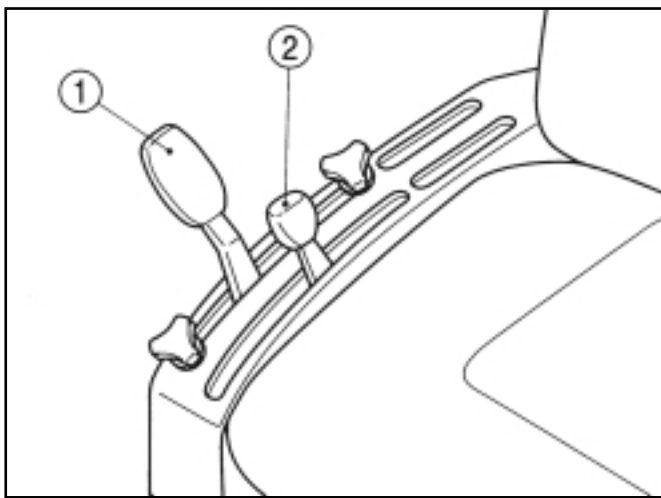

FIG. 53 / ABB. 53 / FIG. 53
**Commande de la position:** maintient une hauteur constante par rapport au tracteur. En tirant le levier (1) dans la Fig. 53 en arrière, vous montez l'attelage. En poussant le levier vers l'avant, vous descendez l'attelage dans la position choisie. A chaque position du levier correspond une position spécifique de l'attelage (et de l'accessoire).
**Levier de contrôle d'effort:** -Vous assure une hauteur/profondeur constante quand vous utilisez des accessoires (charrue, cultivateur etc...) qui s'enfoncent dans le sol. Quand vous bougez le levier (2) de la Fig. 53 vers l'avant vous augmentez la profondeur de travail. Quand vous bougez le levier vers l'arrière vous diminuez la profondeur. Quand le relief et/ou la composition du sol changent, le système soulèvera ou descendra les accessoires pour garder une charge constante du tracteur.
**ATTENTION:** Utilisez le levier (1) dans la Fig. 53 pendant que vous attachez/détachez un accessoire. Placez le levier (2) complètement vers l'avant.
**Positionssteuerung** - Halt das Hubwerk in Bezug zum Traktor stets auf gleicher Höhe. Wird der Heckhubwerk-Positionshebel (1) in Abb. 53 nach hinten gezogen, wird das Heckhubwerk (und das Anbaugerät) angehoben. Wird der Hebel nach vorn bewegt, wird das Hubwerk in die gewählte Stellung abgesenkt. Jede Hebelstellung entspricht einer bestimmten Hubwerks- bzw. Anbaugerätposition.
**Zugregelung** - Falls vorhanden, reguliert die Zugregelung die Höhe des Hubwerks, um für Bodenbearbeitungsgerät (Pflug, Tiefenlockerer usw.) einen konstanten Zug zu gewährleisten. Wird der Zugregelungshebel (2) in Abb. 53 nach vorn bewegt, wird die Arbeitstiefe des Anbaugeräts erhöht. Wird der Hebel nach hinten gezogen, wird die Arbeitstiefe dagegen verringert. Wenn sich Bodenkonturen und -beschaffenheit ändern, hebt oder senkt das System das Anbaugerät, damit am Traktor stets eine gleichbleibende Last anliegt.
**VORSICHT:** Zum Anbringen/Lösen von Anbaugerät den Hubwerk-Positionshebel (1) in Abb. 53 verwenden. Während das Hubwerk mit dem Positionshebel bewegt wird muß der Zugregelungshebel ganz nach vorn geschoben sein.
**De hendel voor de positierегeling** -Deze hendel houdt de driepuntshefinrichting ten opzichte van de tractor op een constante hoogte. Wanneer u de hendel voor de positierегeling (1) in Fig. 53 naar achteren zet, gaat de hefinrichting (en de werktuigen) omhoog. Wanneer u de hendel naar voren zet, zakt de hefinrichting naar de gekozen stand. Elke stand van de hendel correspondeert met een specifieke stand van de hefinrichting (en de werktuigen).
**De hendel voor de regeling van de trekkracht** -Als trekkrachtregeling gemonteerd is, regelt deze hendel de hoogte van de hefinrichting om een constante trekkracht van de werktuigen (ploegen, diepwoelers, cultivators, e.d.) te bekommen. Wanneer u de hendel voor de regeling van de trekkracht (2) in Fig.53 naar voren zet, trekken de werktuigen dieper in de grond. Wanneer u de hendel naar achteren zet, trekken ze minder diep in de grond. Bij veranderende hoogte en/of bodemkenmerken zal het systeem de werktuigen optillen of neerlaten om een gelijkmatige belasting van de tractor te bewerkstelligen.
**VOORZICHTIG:** Gebruik de hendel voor de positierегeling (1) in Fig.53 wanneer u werktuigen los- of vastmaakt. Schuif de hendel voor de regeling van de trekkracht (2) volledig naar voren wanneer u de positierегeling gebruikt.